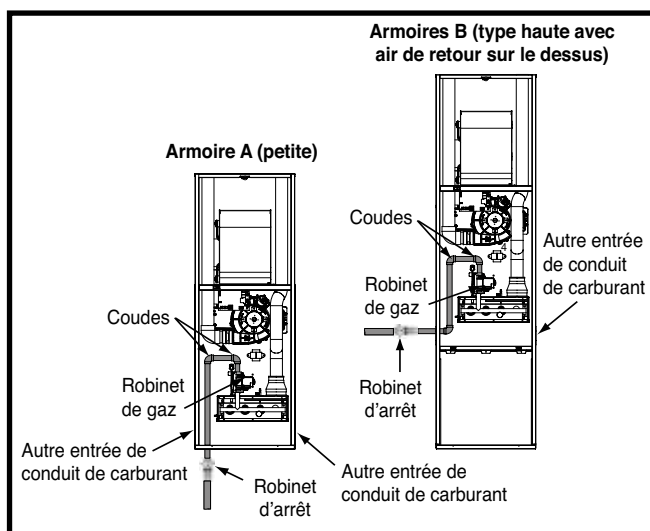

Figure 19. Raccordements de gaz typiques
- Certaines réglementations locales exigent l'installation d'une valve d'arrêt principal manuel et d'un raccord-union de mise à la terre à l'extérieur de la fournaise, comme indiqué à la **Figure 19**. La valve d'arrêt doit être facilement accessible pour l'entretien ou l'utilisation d'urgence. Communiquez avec le service public local ou le fournisseur de gaz pour connaître les exigences supplémentaires relatives à l'emplacement du robinet d'arrêt de gaz principal manuel.
La fournaise est installée avec une entrée de gaz à la base. Au moment de raccorder l'alimentation en gaz, prévoyez un dégagement entre la conduite d'alimentation de gaz et le trou d'entrée dans le boîtier de la fournaise pour éviter les bruits non désirés ou les dommages à la fournaise. Les raccords de gaz typiques sont montrés dans la Figure 19.